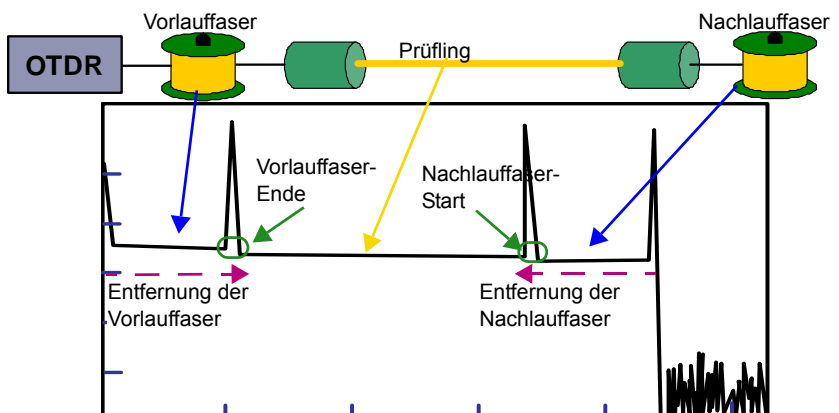

Abb. 18 Vorlaufasser/Nachlaufasser
- Entfernung Geben Sie über die Menütaste **Wert ändern** die Entfernung vom Anfang der Vorlaufasser bis zu deren Ende und/oder vom Ende der Nachlaufasser bis zu deren Anfang (= die Gesamtlänge der Faser) ein. Siehe Abbildung 18 "Vorlaufasser/Nachlaufasser" Seite 45. oder weisen Sie über die Taste **Cursorwert** den Wert des aktiven Cursors zu.